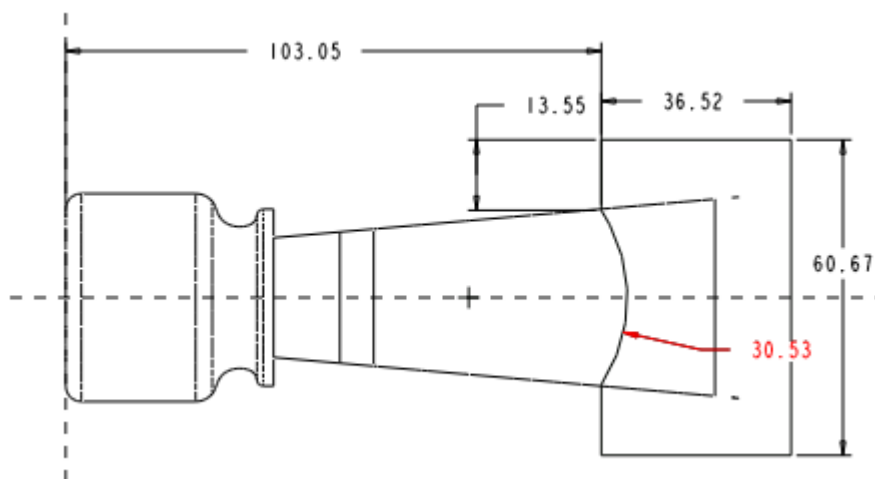

图 40-25
(3) 单击【草绘】按钮，进入草绘工作环境。绘制如图 40-25 所示的截面。